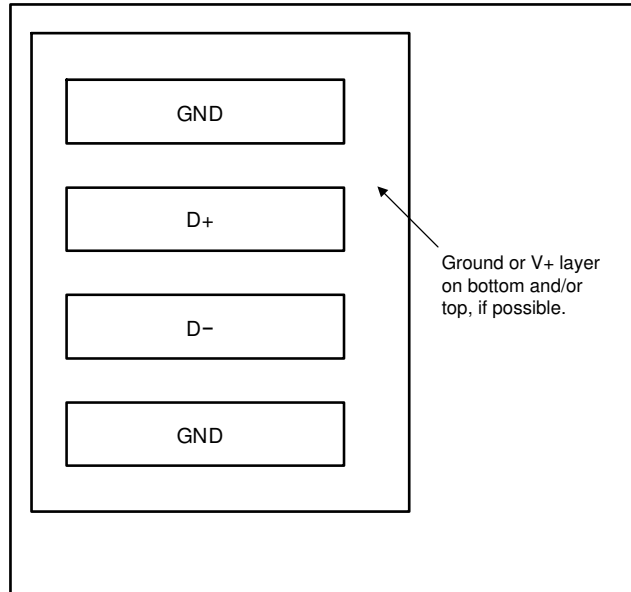

图 10-3. 示例信号布线
- 将 D+ 和 D- 布线紧密相邻，并使用接地防护布线屏蔽相邻信号的布线，如图 10-3 所示。如果使用多层 PCB，请将这些布线埋在大地球面或 VDD 平面之间，从而屏蔽平面，以免受到外部噪声源的影响。TI 建议使用 5mil (0.127mm) PCB 布线。